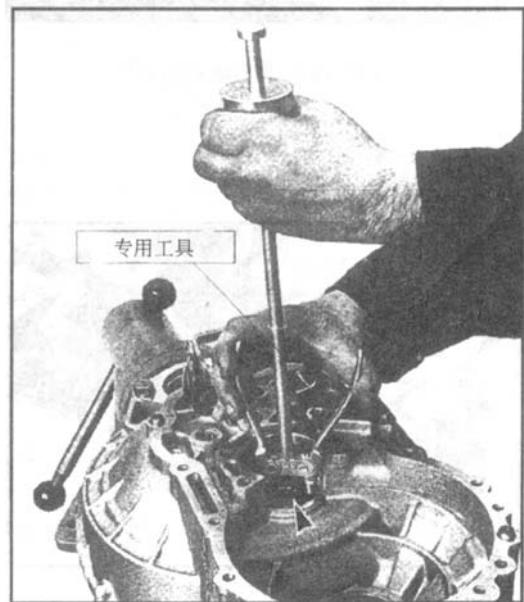

图 4-66 调整输出轴 (四)
(5) 取出输出轴轴承外圈，取出预先垫入的调整垫片。用最少数目的调整垫片组成规定的厚度，然后放入相应位置，再压入输出轴前轴承外圈，如图 4-66 所示。用齿轮油润滑轴承，插入输出轴。放上轴承挡板，旋入螺栓并用 40N·m 的力矩拧紧。